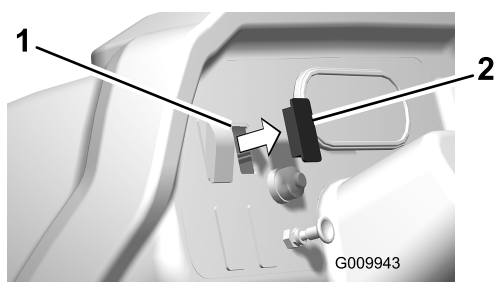

Figure 19
1. Retirez l'obturateur d'un des trous inutilisés dans le tableau de bord (Figure 19).